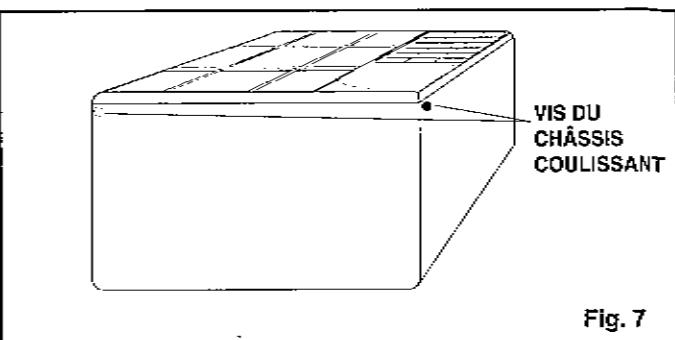

Fig. 7
- Remove the two phillips screws (lower left/right side of cabinet) securing the slide-out-chassis to the cabinet. Fig.7
Réinstallez les vis de sécurité (châssis coulissant) enlevées plus tôt, sur le côté (côtés gauche et droit inférieurs) du caisson. Fig. 7.
- Enlevez les deux vis Philips (côtés gauche/droit du caisson) qui fixent le châssis coulissant au caisson. (Fig. 7)